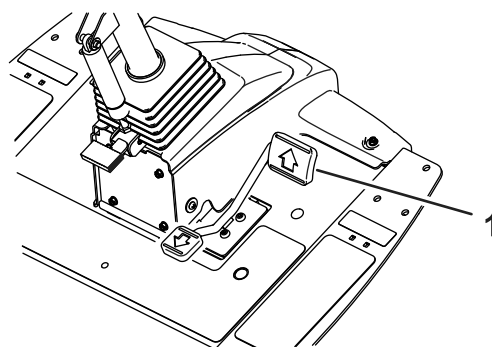
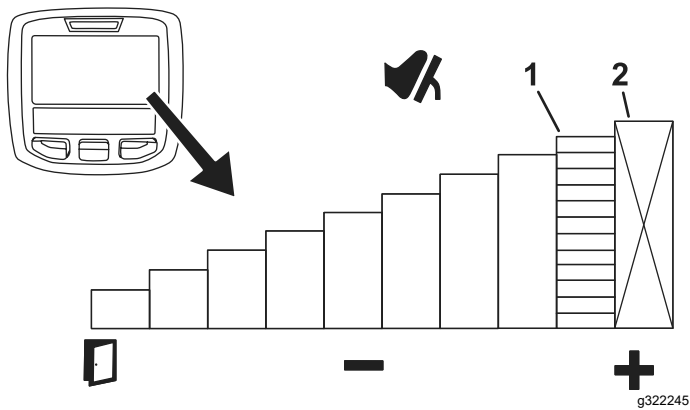

図 50
図 51
VPS による最高速度の一時設定は、走行ペダルを前進方向一杯に踏み込んで行います (図 50)。一時設定は、刈り込み用と移動走行用に個別設定することができます (図 51)。
- 設定を行うにはメイン画面で真ん中のボタンを押します (図 51)。